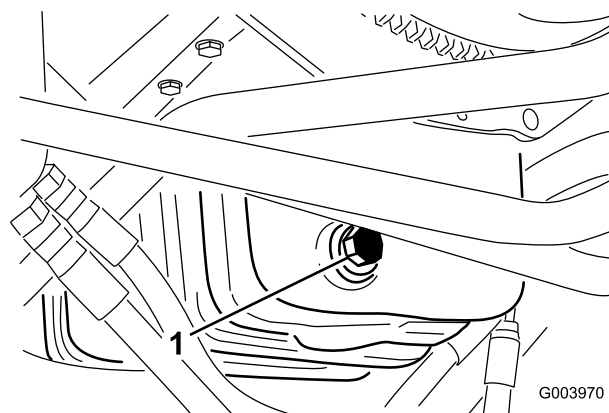

Figura 51
1. Retire el tapón de vaciado (Figura 51) y deje fluir el aceite a un recipiente apropiado.